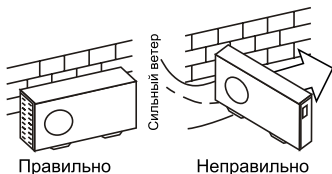

Рис. 27
6. Наружный и внутренний блоки должны располагаться как можно ближе друг к другу. Минимальные расстояния между наружным блоком и препятствиями, показанные на монтажных схемах, могут отличаться от расстояний в условиях монтажа в герметичном помещении. Необходимо оставить открытый доступ в трех направлениях А, В, и С. (Рис. 27)